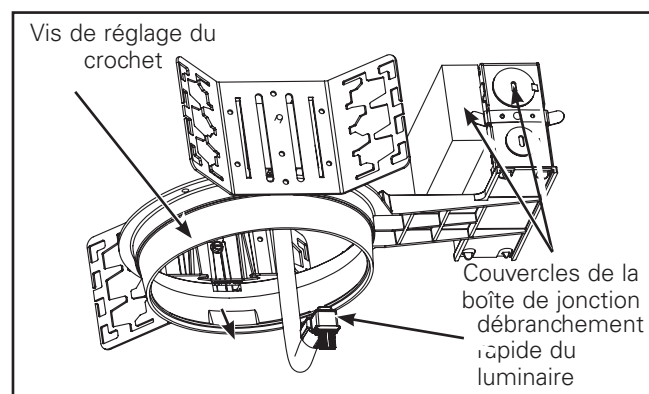
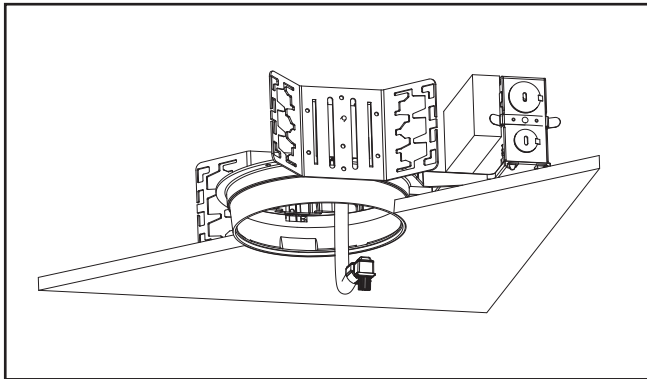

Figure 1.
Figure 2.
1. Vis de réglage du crochet : Ajustez les vis de réglage du crochet (Figure 1) de façon à ce que le bas de l'anneau à plâtre affleure la surface du plafond fini. (Figure 2) Le support de suspension est réversible pour permettre un ajustement complet de 12,7 cm (5 po).
1. Insérez l'extrémité de la conduite flexible dans l'ouverture de la structure d'ouverture du plafond exposant la partie supérieure de la prise de débranchement rapide (Figure 2).